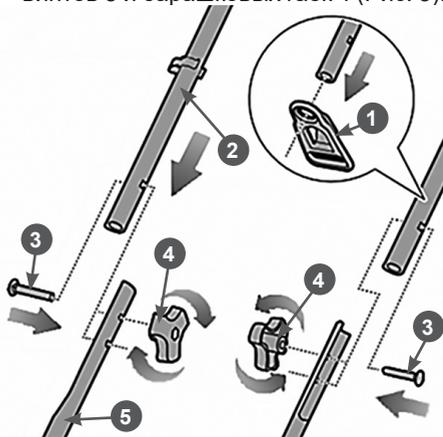

Рис. 3 Сборка рабочей рукоятки
2. Наденьте на верхнюю часть рабочей рукоятки кронштейн 1 (Рис. 3).
3. Соберите и установите рабочую рукоятку. Для этого установите верхнюю часть рукоятки 2 и стойки нижней части рукоятки 5, так, чтобы совпали отверстия и соедините их при помощи винтов 3 и барашковых гаек 4 (Рис. 3).